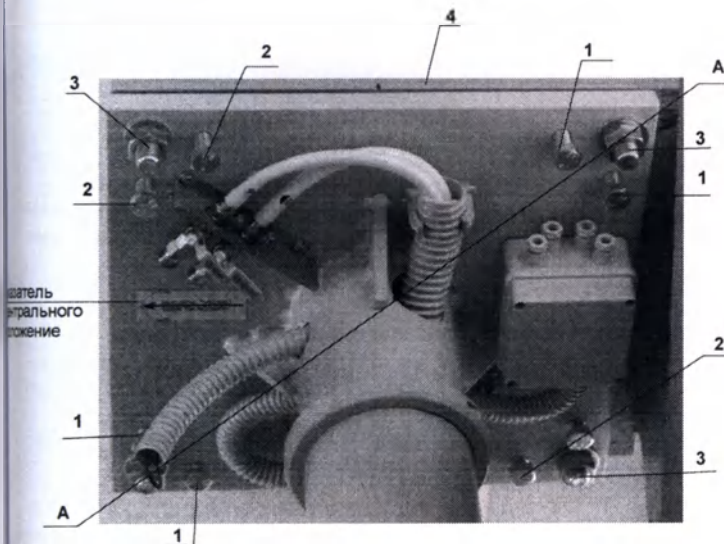

Рис. 11 Расположение наклейки "центральное положение", регулировочных болтов и гаек крепления основания консоли (типовой вид)
Магистральные трубопроводы медгазов, сжатого воздуха и вакуума подводятся по пневматической схеме (Рис.7) в последовательности согласно маркировки назначения на основании консоли. Провода электропитания и информационных сигналов подводятся к соответствующим монтажным коробкам (Рис. 2, Рис. 3). по электрической схеме (Рис.8). При отсутствии подвесного потолка подвод медгазов проводить в пазе декоративного кожуха в сторону центрального положения плеча (Рис.11), а провода электропитания и информационных сигналов – в противоположной стороне кожуха.
7. С помощью уровня проверить и отрегулировать горизонтальность поворотных плечей консоли с помощью регулировочных болтов, расположенных на основании потолочного крепления консоли (см.Рис. 11). Перед регулировкой надо ослабить все гайки крепления „3“. Для регулировки горизонтальности надо положить уровень на верхнее плечо и повернуть его в положение показанное линией А-А (см. Рис. 11)(центральная ось плеча должна совпасть с диагональю плиты основания потолочного крепления). Затем двумя парами болтов „1“ Рис. 11 находящихся на этой диагонали, выставить горизонтальность плеча. Регулированные болты при регулировке горизонтальности плеча обязательно должны опираться в опорную плиту „4“ Рис. 11. Поверните верхнее плечо в положение перпендикулярное диагонали А-А. И затем другой парой болтов „1“ Рис. 11 выставите горизонтальность плеча. После окончательной регулировки горизонтальности все гайки „3“ затянуть